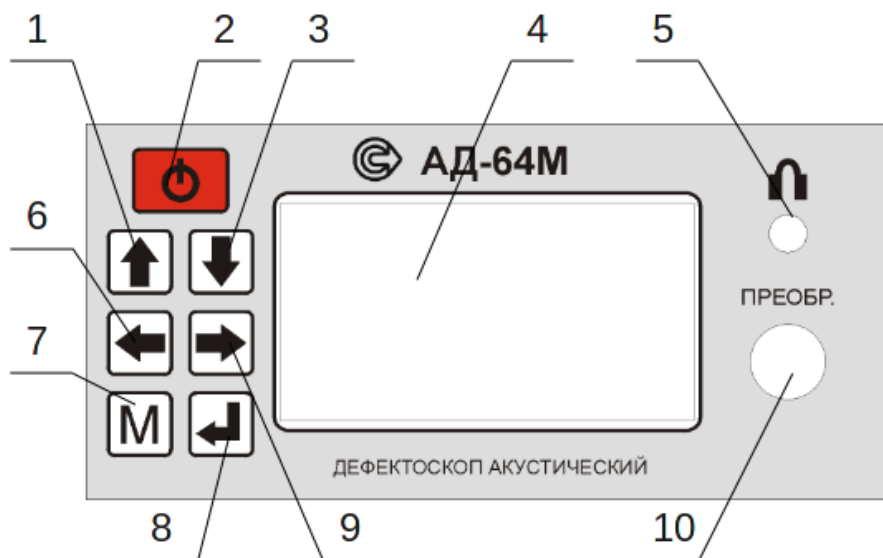

Рис. 4.2 Лицевая панель дефектоскопа
4.3.1 Электронный блок дефектоскопа выполнен в пластмассовом корпусе. На лицевой панели (рис.4.2) показаны органы управления, индикации, разъёмы преобразователя и малогабаритного телефона.